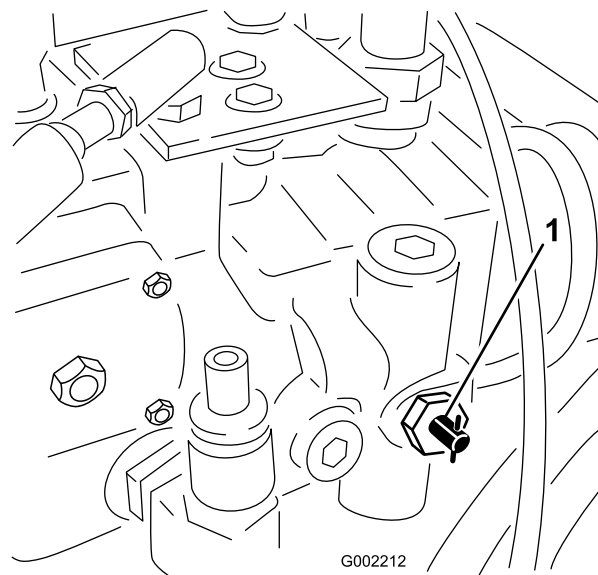

Figura 28
1. Rode a válvula de reboque (Figura 28) 90 graus em qualquer um dos sentidos para abri-la.